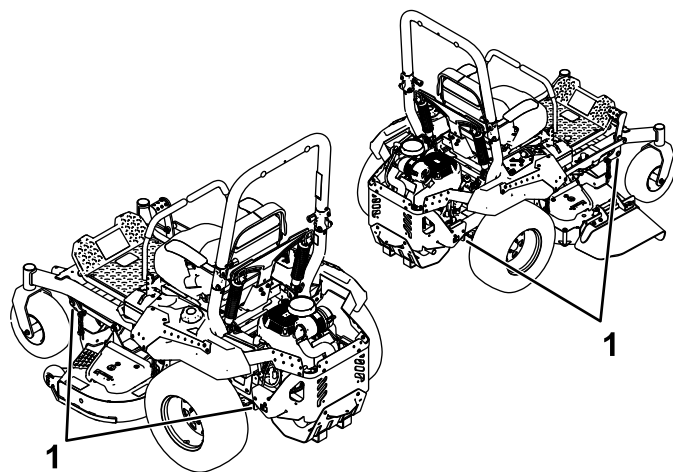

Figura 36
6. Prenda a máquina perto das rodas giratórias frontais e estrutura traseira com correias, correntes, cabos ou cordas (Figura 36). Consulte as diretrizes locais relativas a requisitos de dispositivos de fixação.